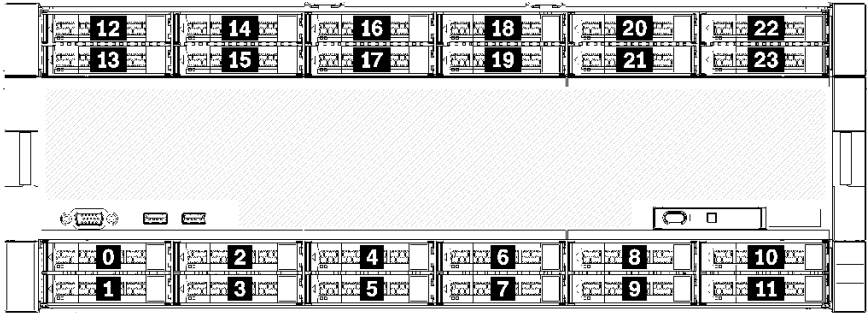

图 7. 硬盘插槽位置
- 顶部两个硬盘支持 SAS、SATA 或 NVMe 接口硬盘（Lenovo AnyBay）。服务器可支持最多 12 个 NVMe 硬盘，具体取决于服务器配置。支持 NVMe 的硬盘插槽是具有偶数编号的插槽，如第 17 页图 7 “硬盘插槽位置” 中所示。